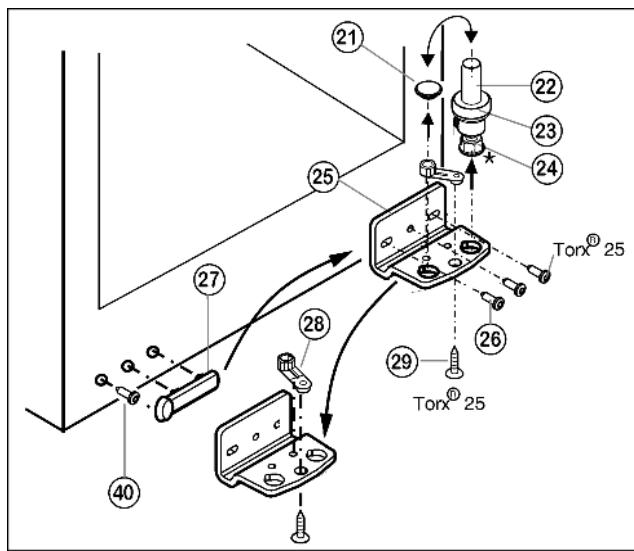

Fig. 5
- ▶ Извлеките опорный винт *Fig. 5 (22)* в комплекте с шайбой *Fig. 5 (23)* и регулируемой опорой\* *Fig. 5 (24)*, вытягивая его вверх.
- ▶ Снимите пробку *Fig. 5 (21)*.
- ▶ Открутите *Fig. 5 (26)* опорный кронштейн *Fig. 5 (25)*.
- ▶ Открутите *Fig. 5 (29)* опорную деталь *Fig. 5 (28)* и, перевставив в отверстие на противоположной стороне опорного кронштейна, снова прикрутите.
- ▶ Осторожно снимите и переставьте на противоположную сторону крышку со стороны ручки *Fig. 5 (27)* и винт *Fig. 5 (40)*.
- ▶ Снова прикрутите опорный кронштейн *Fig. 5 (25)* на новой стороне шарнира (**с моментом 4 Нм**). При необходимости используйте аккумуляторный шуруповерт.
- ▶ Переставьте пробку *Fig. 5 (21)* в свободное отверстие.
- ▶ Вновь установите опорный винт *Fig. 5 (22)* в комплекте с шайбой и регулируемой опорой\*. При этом фиксатор должен быть направлен назад.
- ▶ Установите дверцу сверху на нижний опорный палец *Fig. 5 (22)*.
- ▶ При необходимости выровняйте дверцы через два продольных паза в нижнем опорном кронштейне *Fig. 5 (25)* параллельно корпусу устройства. Для этого выкрутите средний винт.